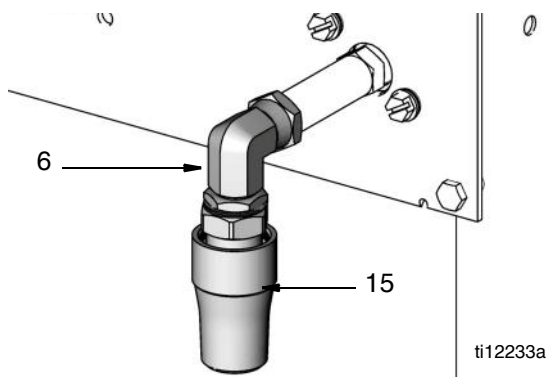

Рис. 26
- Развинтите узел из ниппеля (13), колена (6) и поворотной насадки (15) и отсоедините от распределителя (14) (Рис. 26).